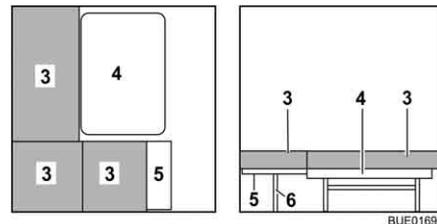

Fig. 111 Pendant la transformation
- Déverrouiller et rabattre la rallonge du coffre de banquette (Fig. 111,5) vers le haut.
- Insérer le support (Fig. 111,6) dans le logement de la rallonge du coffre de banquette.